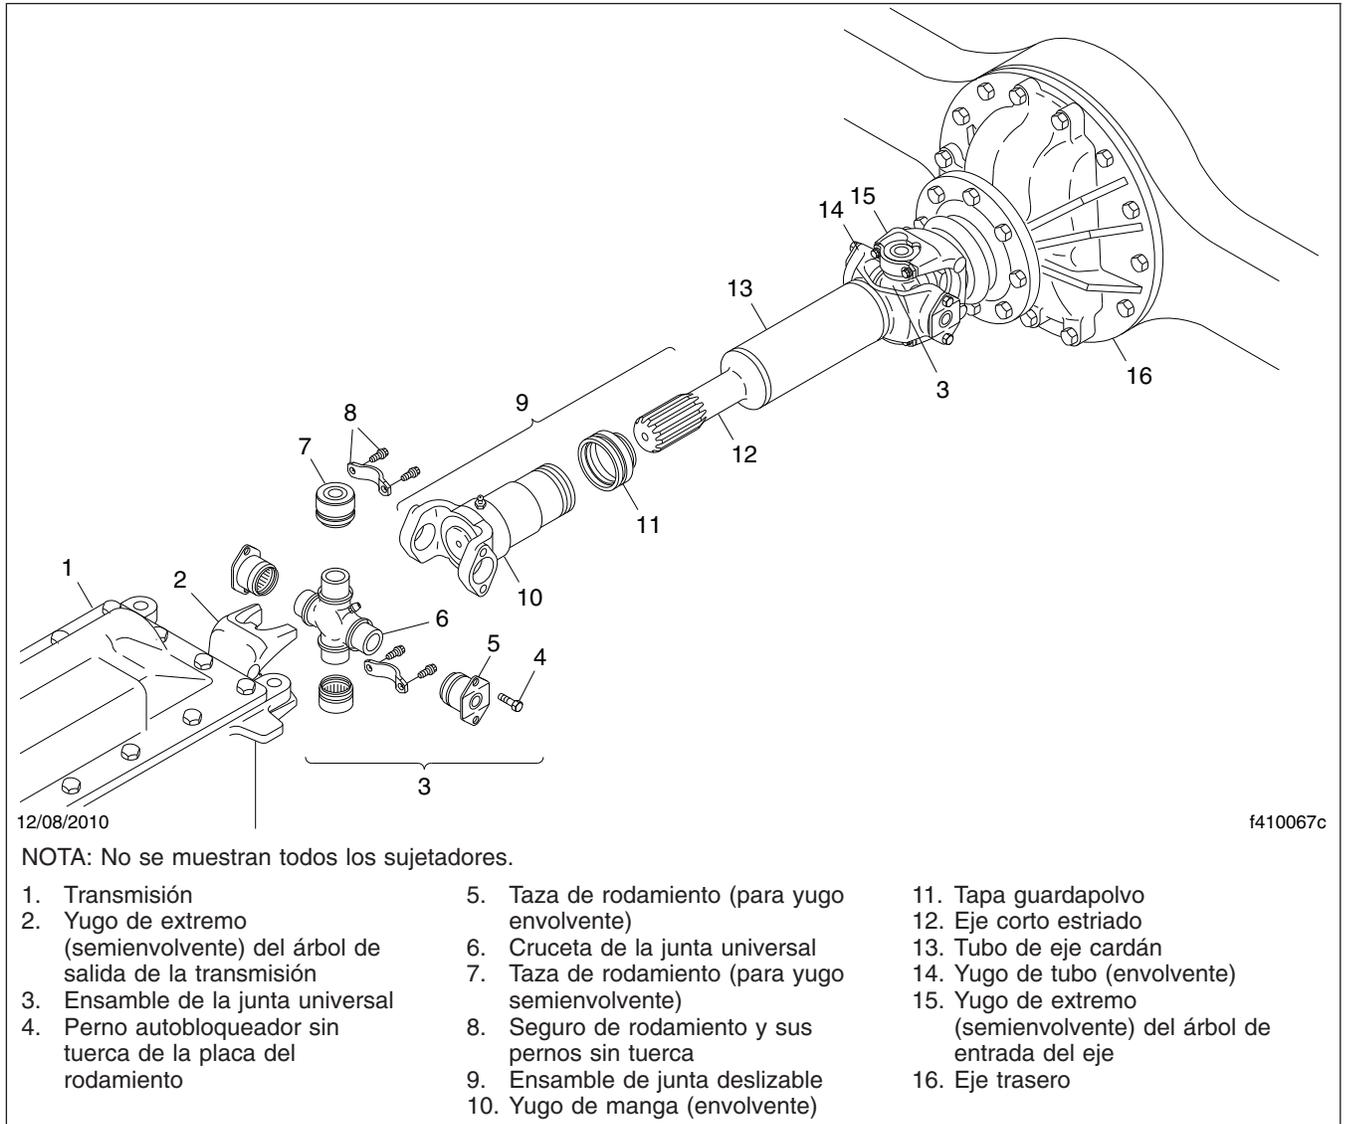

Figura 2, Componentes de una línea motriz básica
3. Revise los yugos de la línea motriz para ver si presentan grietas, y los yugos de extremo para determinar si tienen holgura: vea la **Figura 2**.